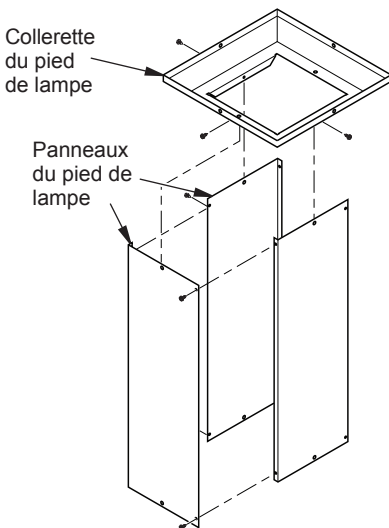

Figure 5 - Assemblage des panneaux et de la collerette du pied de lampe
1. Identifiez les quatre panneaux du pied de lampe qui sont emballés ensemble. Assemblez trois des pièces avec 4 vis (H) comme illustré à la figure 5.
2. Placez la collerette du pied de lampe sur l'assemblage des panneaux en alignant les trous de vis. Fixez avec 3 vis (H) comme illustré à la figure 5.